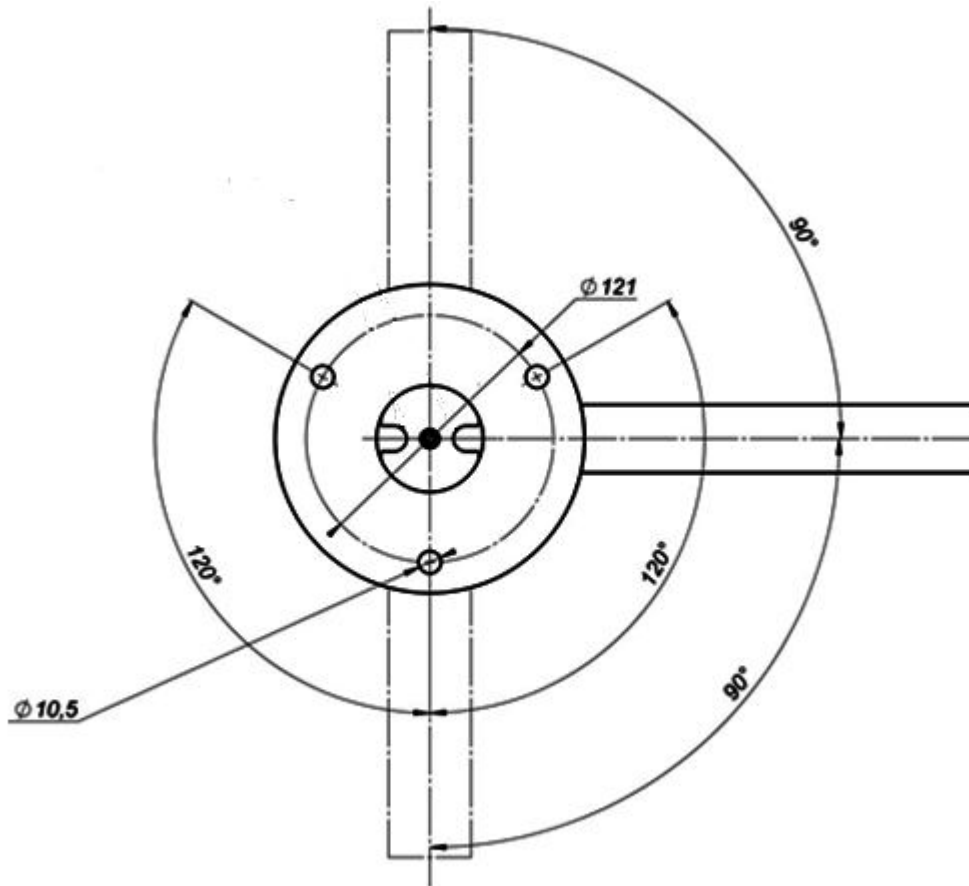

Рисунок 2 – Установочные размеры площадки
4.2.3 Рисунок 2 – выполнить разметку и просверлить 3 отверстия диаметром 16 мм в полу под анкеры крепления стойки калитки.